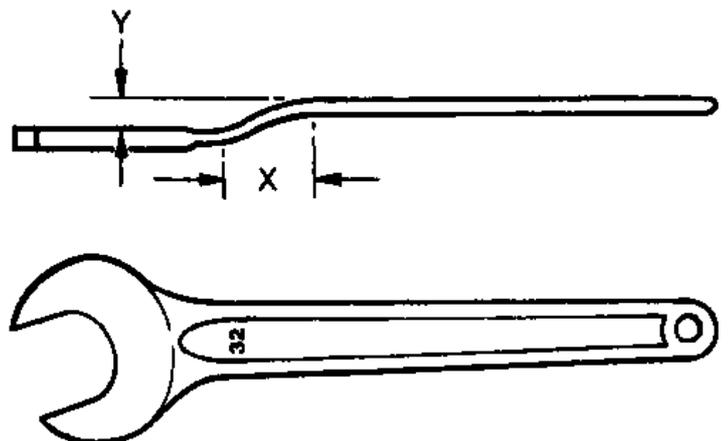

Рис.2.16. Специальный ключ для снятия термовязкого вентилятора (Разд.15)
5. Для снятия термовязкого вентилятора требуется специальный изогнутый гаечный ключ, которым можно демонтировать вентилятор со ступицы водяной помпы. Для этой цели можно приспособить обычный рождовый ключ на 32 мм толщиной не более 5 мм, как показано на Рис.2.16.